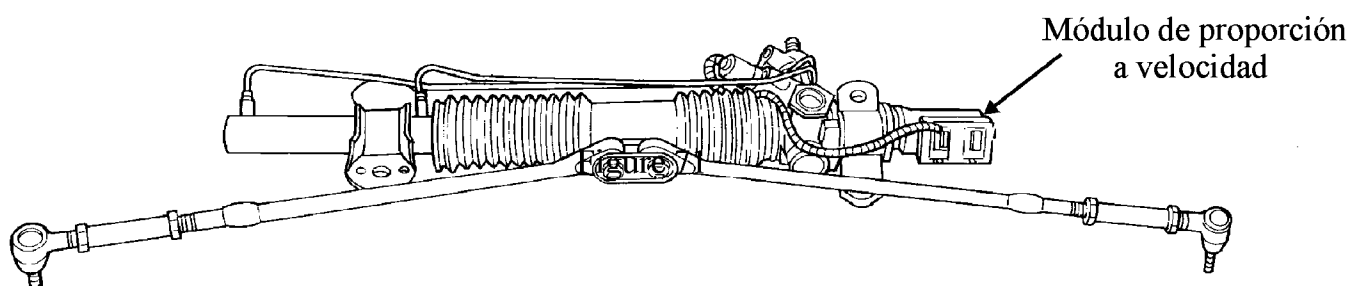

Figura 80
- Localize el módulo de dirección proporcional que está montado en la caja de dirección y desconectelo (Vea la figura 80). El terminal 1 es la fuente de batería que viene de la ignición a través del fusible 6 0 20. Si no hay voltaje con la ignición en contacto, revise el fusible o repare la avería en el alambre. Si hay voltaje, vaya al proximo paso.